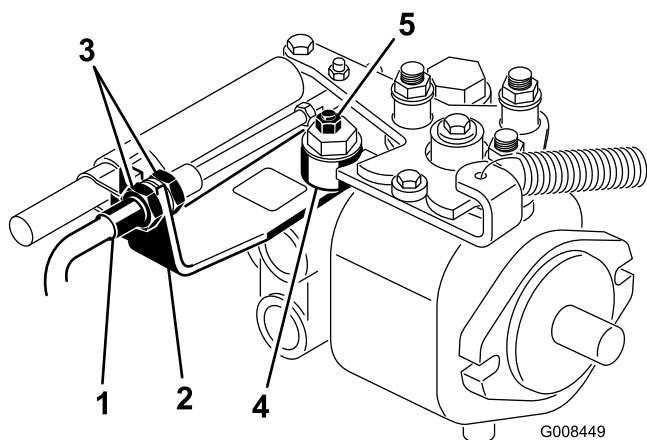

図 49
- A. 走行ケーブルを油圧トランスミッションのバルクヘッドに取り付けているジャムナット（図 49）を両方ともゆるめる。ジャムナットは調整ができるよう十分に、また均等にゆるめること。
- B. 偏芯ナットをトランスミッション上部に止めているナット（図 49）をゆるめる。
- D. どちらにも車輪が回らないように偏芯ナットを回して調整する。調整ができれば固定ナットを締める（図 49）。スロットル SLOW および FAST 位置で調整が正しいことを確認する。
- E. バルクヘッドのそれぞれの側から、ロックナットを均等に締め付けて、ケーブルを固定する（図 49）。ケーブルをねじらないように注意すること。